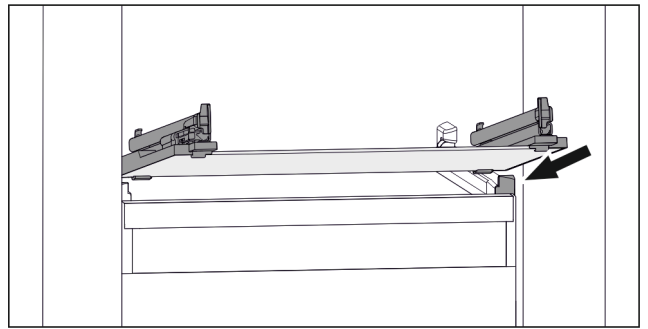

Fig. 63 Примерно изображение на стъклената плоча
- ▶ Поставете стъклената плоча под ъгъл зад ограничителите. (виж Fig. 63)